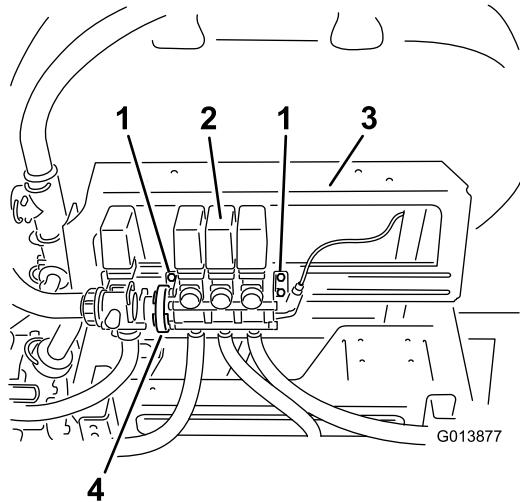

Figure 4
1. Desserrez, mais ne retirez pas, les boulons qui fixent l'ensemble vannes de rampes sur son support (Figure 4).
2. Desserrez le collier de serrage à vis sans fin existant qui fixe la vanne d'agitation à l'ensemble vannes de rampes (Figure 4).